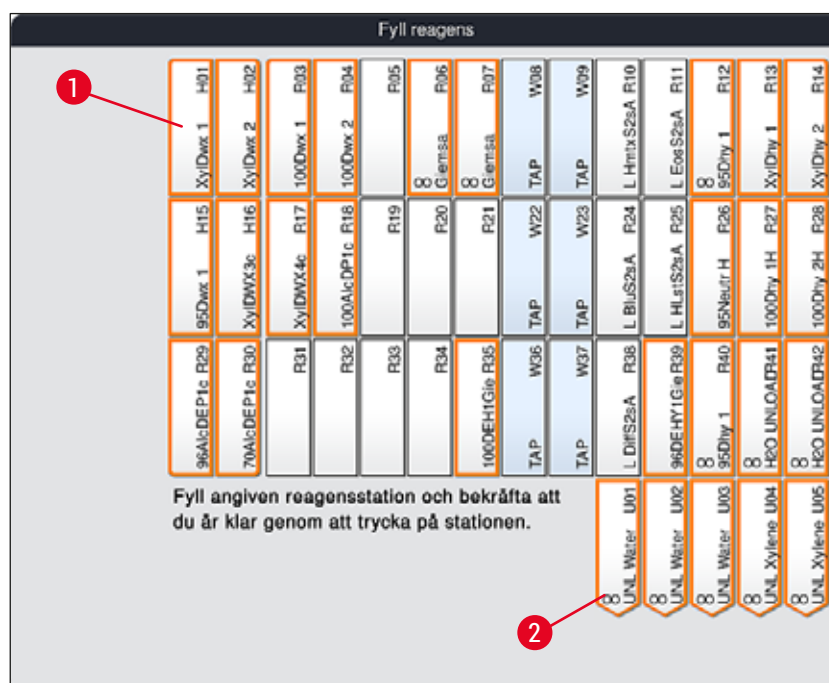

Bild 56
- I det nya fönstret **Fyll reagens** (→ "Bild 56") är de stationer som ska fyllas markerade med orange (→ "Bild 56-1").
Endast användardefinierade och tillagda reagenser från Leica-infärgningsprogram får en orange markering (→ "Bild 56"). Därefter skannas reagenserna från Leica Reagent Kit (→ Sida 79 – Fylla på reagenser från Leica Reagent Kit).